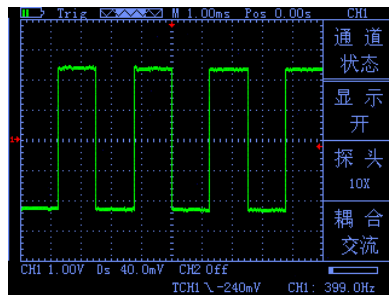

图 2-10
- 如设置垂直方向为 1.00V/div，操作步骤如上例。如图 2-10